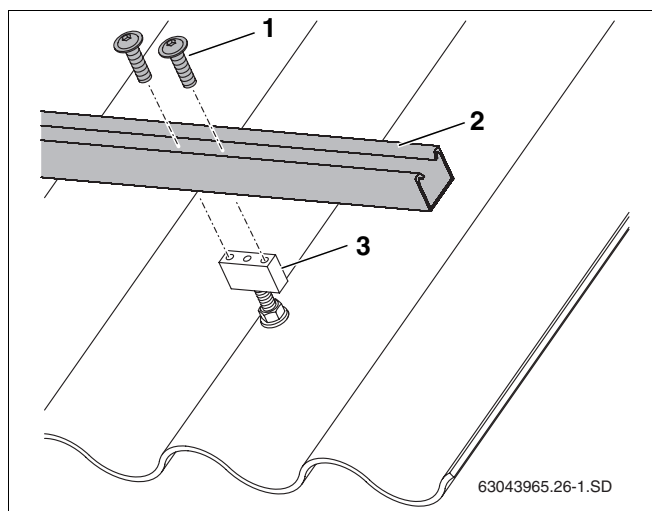

Fig. 25 Fijación del perfil guía al taco de retención
- ▶ Fije los perfiles guía (fig. 25, **pos. 2**) con dos tornillos (fig. 25, **pos. 1**) cada uno.